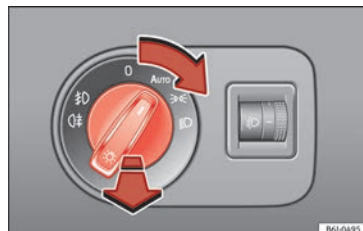

Bild 30 Instrumentbräda: ljusreglage.
- Vrid reglaget till önskat läge » bild 30.